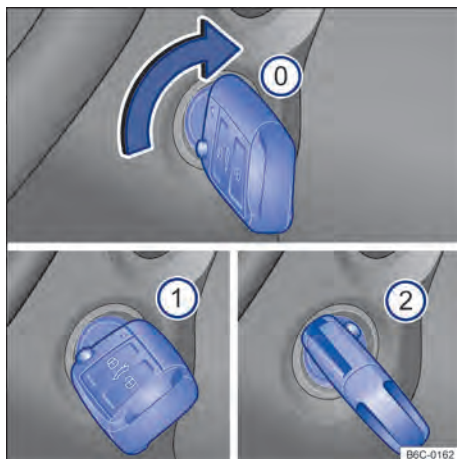

Fig. 87 Ao lado do volante, à direita: posições da chave do veículo no cilindro da ignição.
Posições da chave do veículo → Fig. 87
- ① Ignição desligada. A chave do veículo pode ser retirada.
- ② Ignição ligada.
- ③ Pisar no pedal do freio e ligar o motor. Quando o motor pegar, soltar a chave da ignição. Ao soltar, a chave do veículo retorna à posição → Fig. 87 ①.
- Girar a chave do veículo na posição → Fig. 87 ①. A ignição está ligada.
- Girar a chave do veículo no cilindro da ignição para a posição → Fig. 87 ② – não acelerar. Quando o motor começar a funcionar, soltar a chave do veículo no cilindro da ignição.
- *Veículos com cilindro da ignição*: girar a chave do veículo no cilindro da ignição na posição → Fig. 87 .